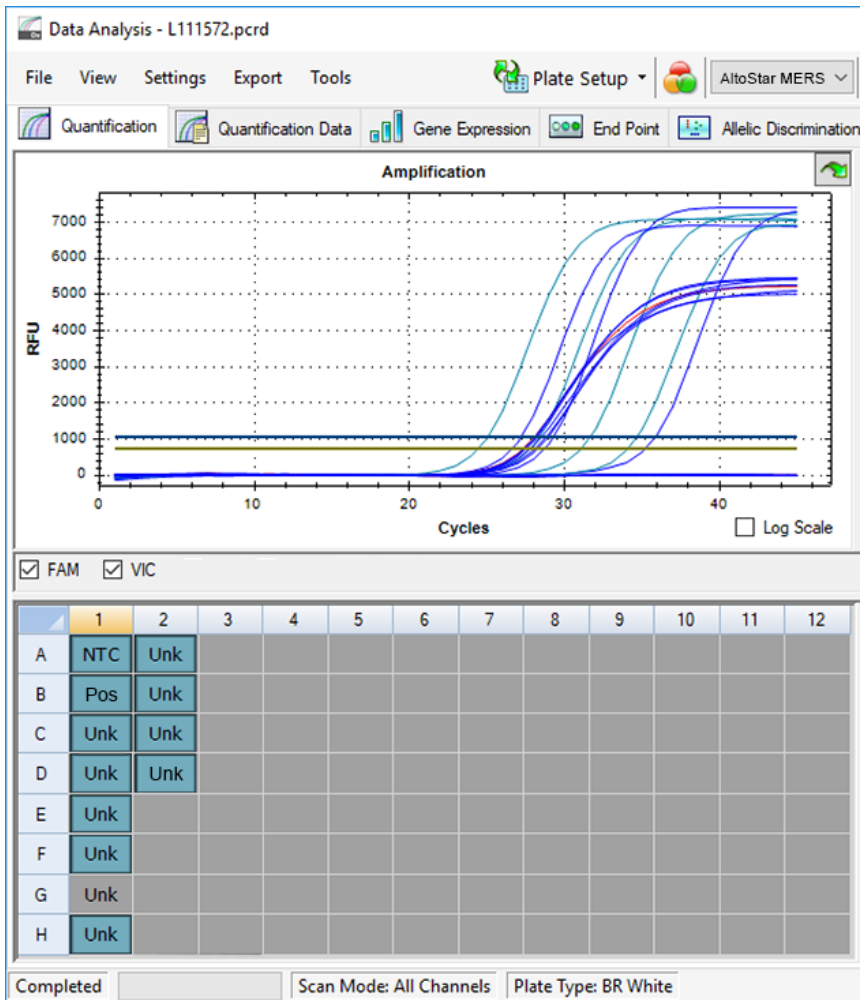

Figura 8: Finestra Data Analysis (Analisi dei dati): pozzetto escluso
- Il pozzetto selezionato viene escluso dall'analisi. Da questo pozzetto non verrà generato alcun risultato (vedere figura 8).